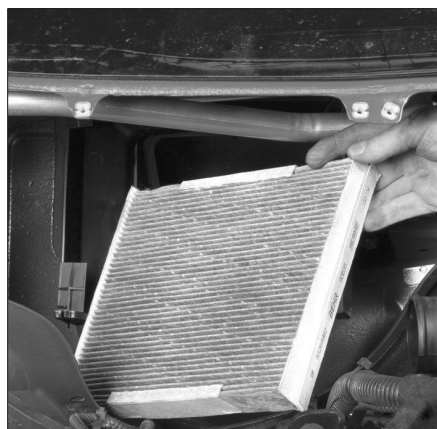

FIG. 2
- Déposer le filtre d'habitacle (Fig.2).